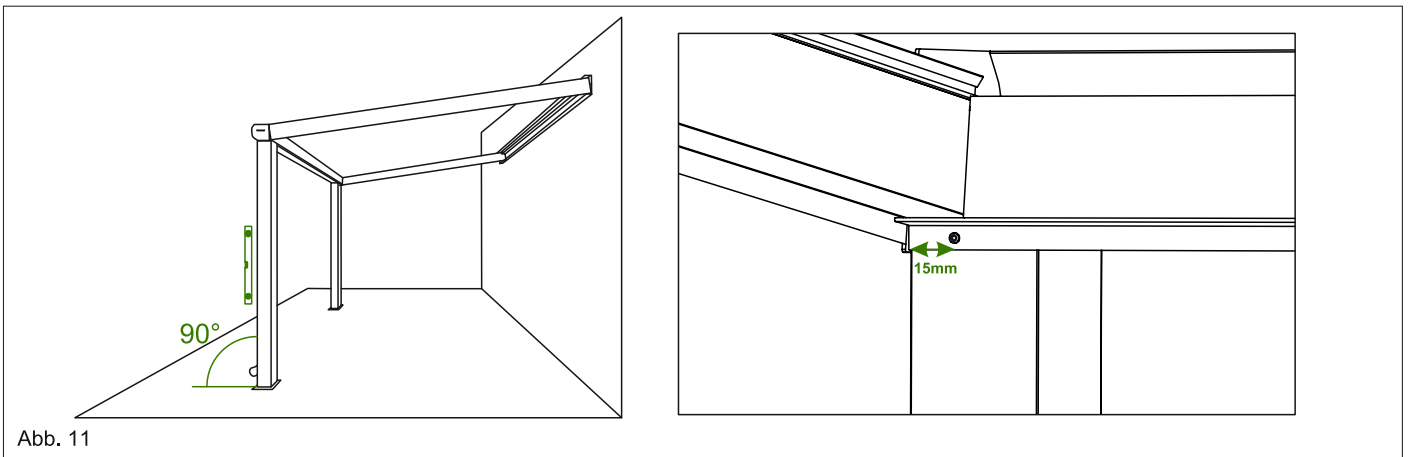

Abb. 11
6. Wenn die Neigung und Winkel in perfekter Position sind, verschrauben Sie die Randsparren an dem Wandprofil und der Rinne mit weiteren Bohrkopfschrauben (19mm Lang). Siehe Abb. 11.
A) B) 9. Auch diesen Pfosten mit einer Bohrkopfschraube (19mm) an der Rinne festschrauben. Ebenfalls mit 15mm Abstand von dem Rinnenrand. Siehe Abb. 11.